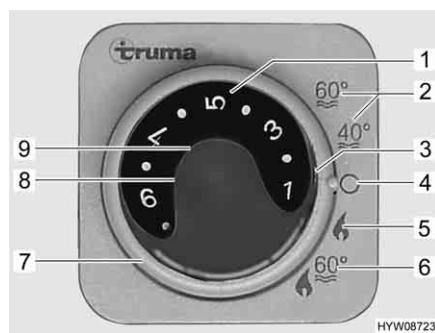

Fig. 75 Centralina di controllo per riscaldamento/boiler
- Impostare la modalità di funzionamento tramite l'interruttore girevole (Fig. 75,7).
A seconda della temperatura ambiente desiderata, il riscaldamento seleziona automaticamente il livello del bruciatore necessario. Al raggiungimento della temperatura ambiente desiderata, il bruciatore si spegne. Durante la modalità di funzionamento "Riscaldamento e boiler" (Fig. 75,6) viene rscaldata anche l'acqua nel boiler. Nella modalità di funzionamento "Riscaldamento senza boiler" (Fig. 75,5) è possibile far funzionare il riscaldamento con il boiler vuoto.
- Impostare la manopola della temperatura (Fig. 75,1) sulla centralina di controllo scegliendo il livello di potenza desiderato.
- Posizionare l'interruttore girevole (Fig. 75,7) su funzionamento invernale "Riscaldamento senza boiler" (Fig. 75,5) o su funzionamento invernale "Riscaldamento e boiler" (Fig. 75,6).
Si accende la spia di controllo verde (Fig. 75,3).
- Posizionare l'interruttore girevole (Fig. 75,7) su "O" (Fig. 75,4).